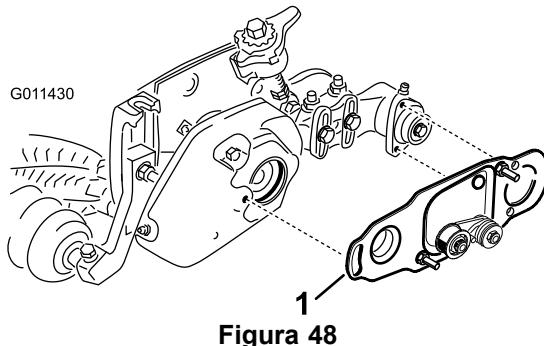

Figura 48
- Si está instalado un cepillo de rodillo, la placa del cepillo (Figura 48) debe estar paralela a la chapa lateral de la unidad de corte.